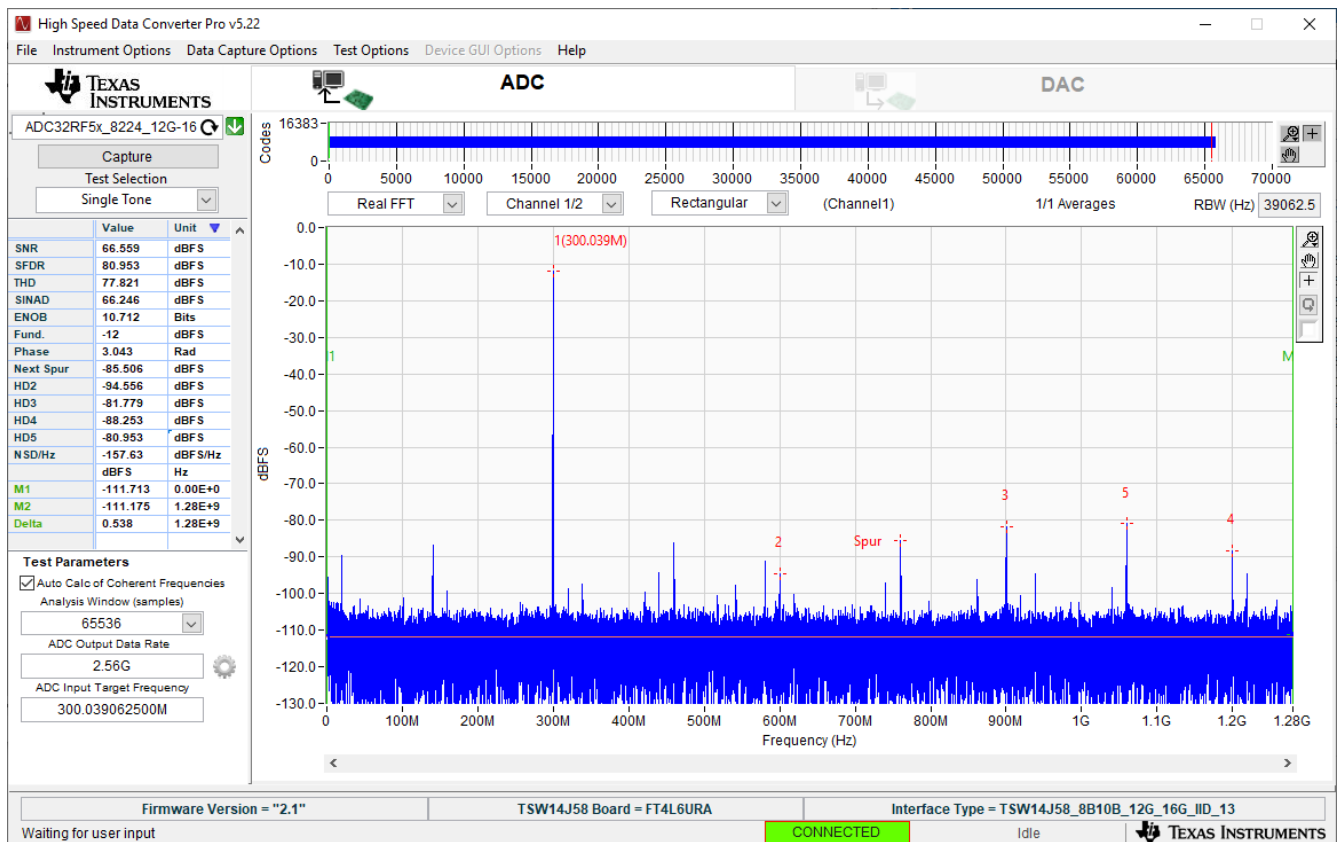

图 3-5. 300.039Mhz，旁路模式，2x 平均值计算，抖动关闭
5. 在 HSDC Pro 中，按 *Capture* 按钮。出现类似于 图 3-5 的屏幕。